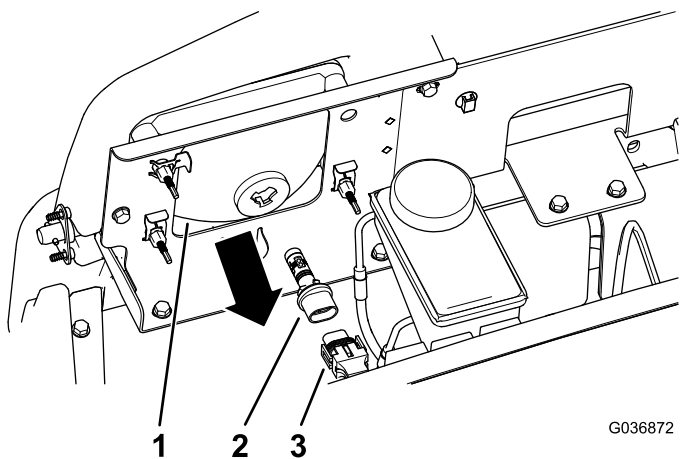

Figura 51
3. Desconecte el conector eléctrico del arnés de cables del conector de la lámpara, en la parte trasera de la carcasa del faro (Figura 51).
4. Retire el conjunto de la lámpara girándola $\frac{1}{4}$ de vuelta en sentido antihorario y desplazándola hacia atrás (Figura 51).
5. Instale el conjunto de lámpara nueva y la carcasa del faro y alinee las pestañas del conjunto de la lámpara con las ranuras de la carcasa del faro (Figura 51).
6. Sujete el conjunto de la lámpara girándola $\frac{1}{4}$ de vuelta en sentido antihorario (Figura 51).
7. Conecte el conector eléctrico del arnés de cables al conector del conjunto de la lámpara nueva (Figura 51).